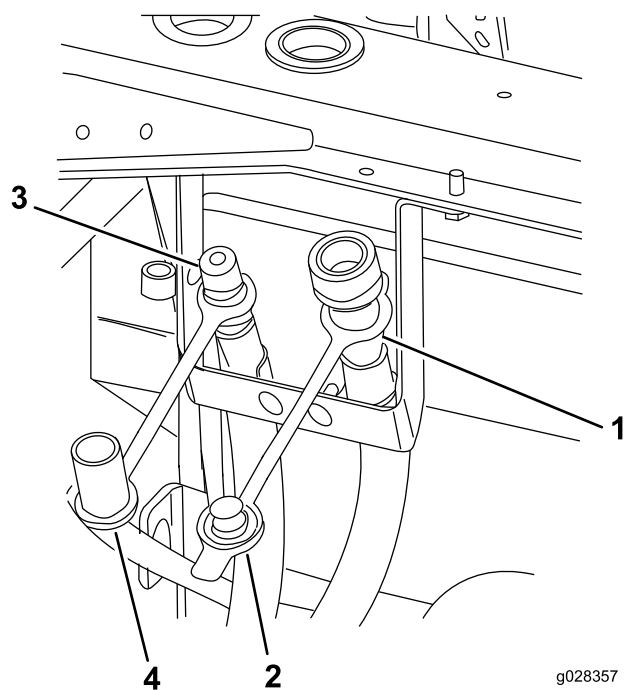

図 10
5. 圧力側ホースを左側のバルクヘッドブラケットに組み付ける R クランプ、キャリッジボルト 1/4 インチ、ナット 1/4 インチ を使用する 図 10。
7. 戻り側ホースを右側のバルクヘッドブラケットに組み付ける R クランプ、キャリッジボルト 1/4 インチ、ナット 1/4 インチ を使用する 図 10。